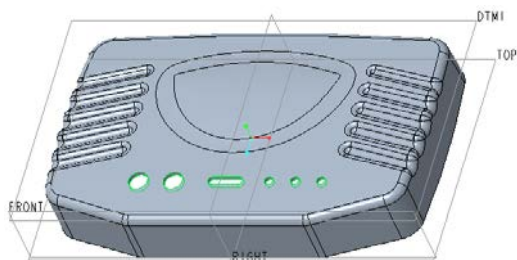

图 7-184 以拉伸的方式切除材料
- 5 在“拉伸”选项卡中单击“完成”按钮，从而完成该拉伸切除操作，完成的模型效果如图 7-184 所示。